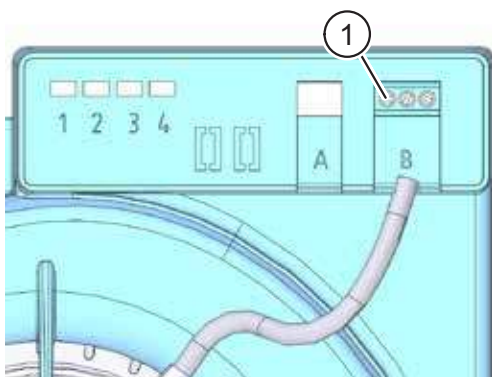

Abb. 16: Motorleitungen lösen
- ▶ Lösen Sie mit einem Schlitzschraubendreher die Motorleitungen von der Anschlussklemme der Steuerplatine (Pos. 1 in Abb. 16).